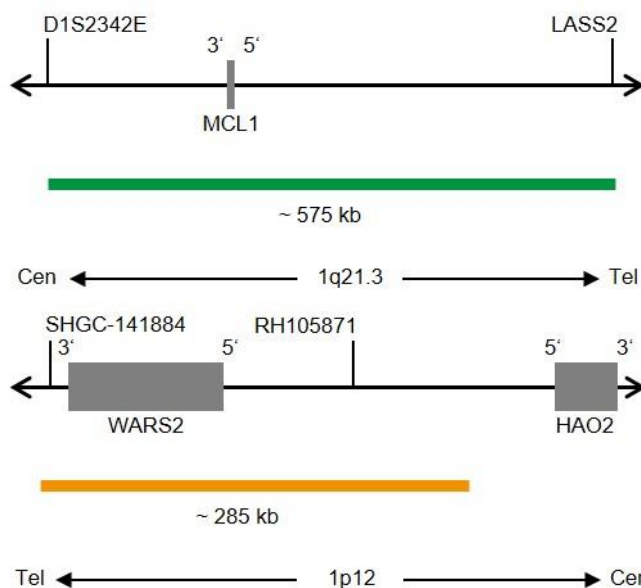

Fig. 1: Arriba: SPEC MCL1 Mapa de la sonda; abajo: SPEC 1p12 Mapa de la sonda (no está a escala)
- Polinucleótidos marcados en verde (excitación a 503 nm/emisión a 528 nm) ZyGreen (~10 ng/μl), dirigidos a secuencias localizadas en 1q21.3* (chr1:150,363,209-150,940,432) que albergan la región del gen MCL1 (ver Fig. 1).
- Polinucleótidos marcados en naranja (excitación a 547 nm/emisión a 572 nm) ZyOrange (~4,5 ng/μl), dirigidos a secuencias localizadas en 1p12* (chr1:119,537,102-119,823,147) (ver Fig. 1).